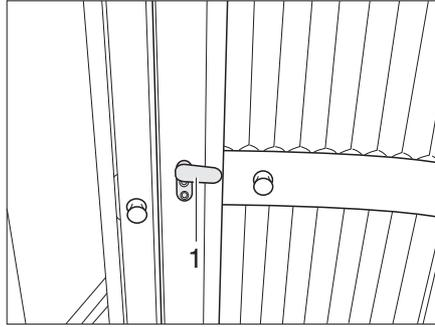

Fig. 360 Toilette Vario, porta di ingresso della toilette
- Posizionare il chiavistello (Fig. 360,1) sulla porta di ingresso della toilette in posizione verticale e ribaltare la porta di ingresso della toilette.
- Girare la parte interna della porta verso l'ingresso del vano WC e per chiuderla posizionare il chiavistello (Fig. 360,1) in posizione orizzontale.